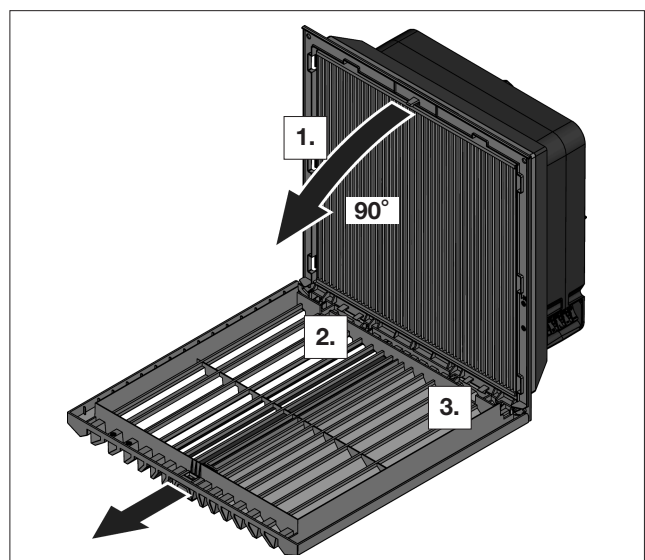

図2: プラスチックルーバーの取り外しと取り付け
- 下方の穴を使用するには、図2のようにプラスチックルーバーを外します。このためには、まずヒンジの片側を取り外し、次にもう一方の側を取り外します。